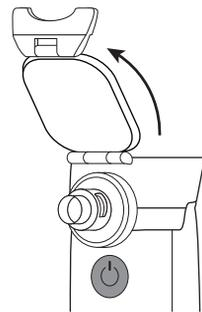

Рис.5
2. Откройте крышку ингаляционной камеры, подняв защелку (рис.5). Залейте лекарственный раствор в отсек для лекарств. Максимальная объем лекарственных средств для одной процедуры ингаляции – 8 мл (см. шкалу на ингаляционной камере), остаточный объем - не более 0,5 мл.